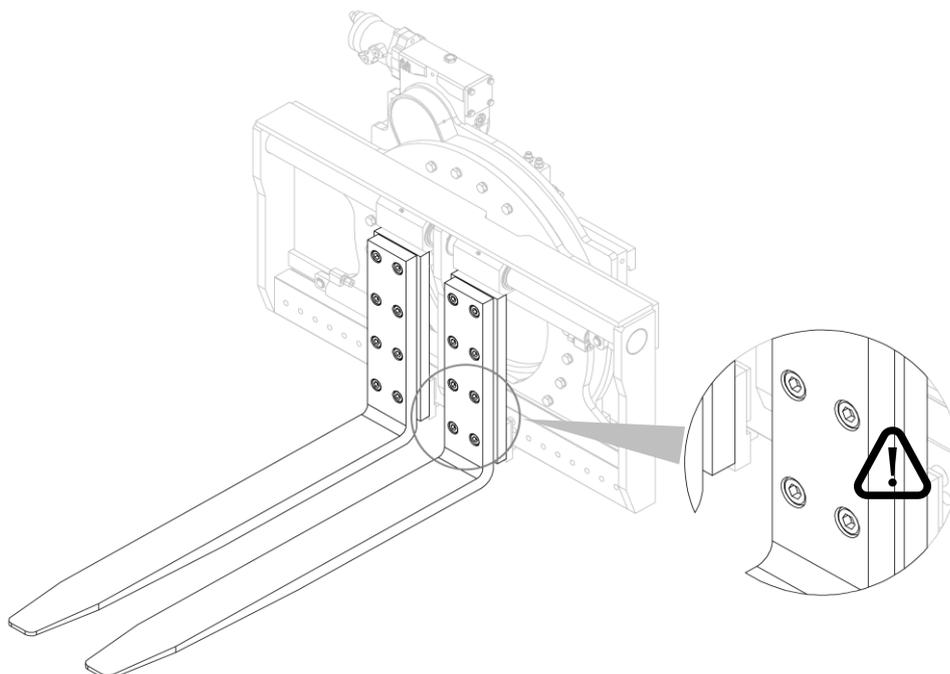

Figura 18
2. Verificar el correcto bloqueo de las horquillas (mira *Figura 18*).